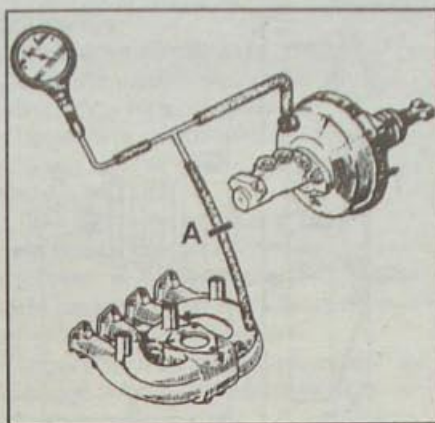

Рис. 12.20. Проверка герметичности вакуумного усилителя тормозов:
- Зажимом пережмите гибкий вакуумный шланг в месте «А» (рис. 12.20) и выключите двигатель.